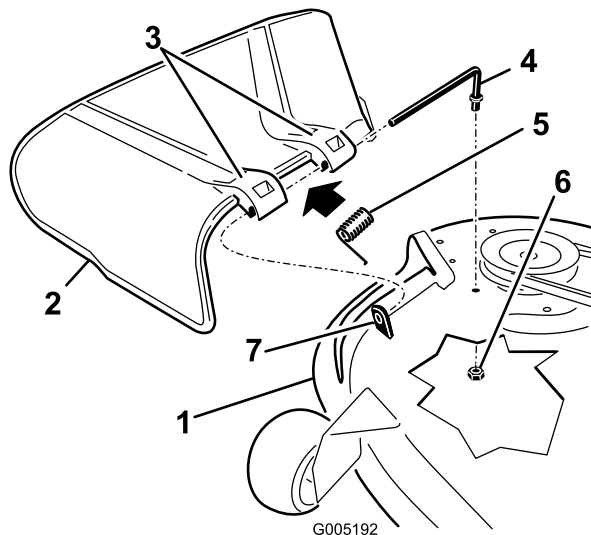

Figure 62
1. Retirez l'écrou (3/8 po) de la tige, sous le tablier de coupe (Figure 62).
2. Sortez la tige de la courte cheville de positionnement, du ressort et du déflecteur d'herbe (Figure 62).
4. Remettez en place le déflecteur d'herbe (Figure 62).
7. Insérez la tige dans le deuxième support du déflecteur d'herbe (Figure 62).
9. Fixez l'extrémité arrière de la tige dans le tablier de coupe à l'aide d'un écrou (3/8 po), comme montré à la Figure 62.